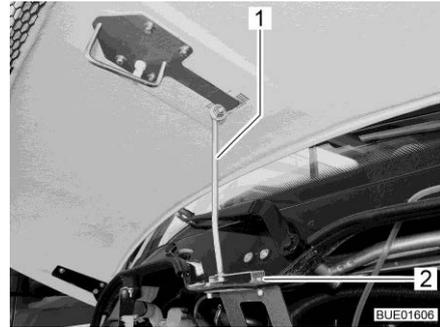

Fig. 40 Apoyo del capó del motor
- Desplegar el apoyo (Fig. 40,1) y enganchar el mismo en el alojamiento (Fig. 40,2).